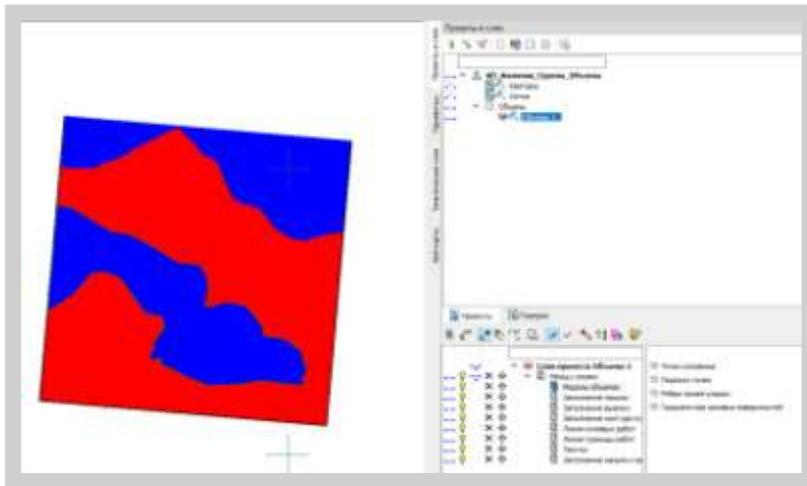

Рис. 10
1. В окне «Проекты» панели «Объемы» выбрать проект «Объемы 1» на Локальной панели инструментов, отключить видимость фильтров «Скрыть точки», «Ребретриангуляции». В окне «Проекты» отключить видимость проектов «Квартеры», «Кварталы». В Свойствах Набора проектов сделать Дополнительную систему координат СК\_500 не активной и не видимой, Рис.10.